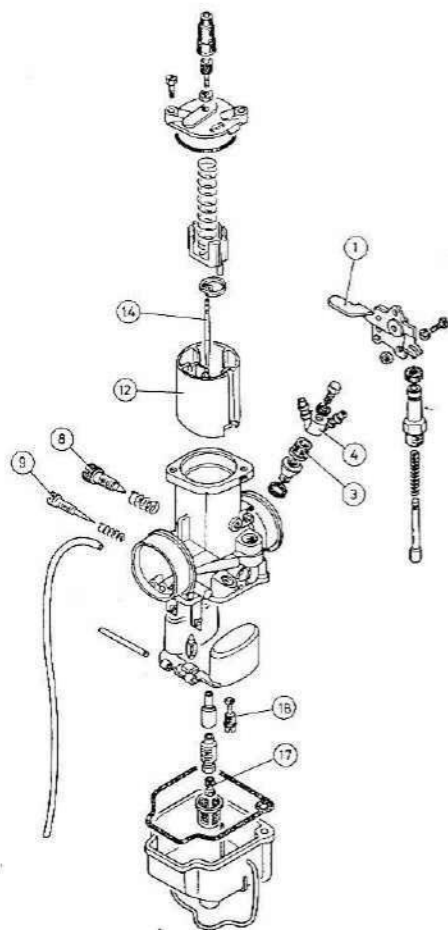

Fig. 11
No obstante, la complejidad de un carburador, a muchos motoristas les interesa conocer sus detalles y particularidades. Para éstos incluimos su dibujo desglosado (Fig. 11).
1. Ajuste de la marcha lenta (ralenti). La marcha lenta adecuada es aquella que permite rodar a muy pocas revoluciones en primera velocidad. Para ello, graduar el tornillo 8 situado en el lado izquierdo del carburador (Fig. 11). Para aumentar o disminuir la marcha lenta se debe roscar o desenroscar dicho tornillo 8.
Para graduar la mezcla se dispone del regulador del aire 9 (Fig. 11), situado en el lado izquierdo del carburador. Para determinar la posición del regulador del aire, poner el motor en marcha lenta, roscar el regulador hasta el fondo y luego desenroscar $\frac{3}{4}$ de vuelta. Si el motor no soporta bien esta graduación, roscar el regulador hasta que el motor tienda a pararse por mezcla demasiado rica. En este momento desenroscar el regulador hasta que el motor tienda a pararse por mezcla demasiado pobre. La graduación más adecuada será la media entre ambas graduaciones.
Cependant, malgré la complexité en général d'un carburateur, beaucoup de motocyclistes désirent en connaître les détails et particularités. Pour cette raison, nous incluons une vue éclatée (Fig. 11).
1. Réglage du ralenti. Le ralenti correct est celui qui permet de rouler en première à peu de tours-minuts. Pour l'obtenir agir sur la vis 8 situé sur le côté gauche du carburateur (Fig. 11). Pour augmenter ou diminuer le ralenti, visser ou dévisser cette vis 8.
Pour régler le mélange, on dispose du régulateur d'air 9 (Fig. 11) situé sur le côté gauche du carburateur. Pour déterminer la position adéquate du régulateur d'air, mettre le moteur à bas régime, visser à fond le régulateur, puis dévisser de trois quarts de tour. Si le moteur ne supporte pas bien ce réglage, visser le régulateur jusqu'à ce que le moteur ait tendance à s'arrêter parce que le mélange est ce que le moteur ait tendance à s'arrêter parce que le trop riche. A ce moment-là, dévisser le régulateur jusqu'à mélange est trop pauvre. Le réglage le plus adéquat sera celui qui est à mi-course entre ces deux réglages.
Although a carbureter is quite complicated, many riders want, to know more about its peculiarities and details, and for them we include an exploded view (Fig. 11).
1. Adjusting the idle. A proper idle allows to run at low r.p.m. in first gear. To obtain this condition, adjust idle screw 8 located on the left side of carbureter (Fig. 11).
To adjust the mixture at idle, use the air screw 9 (Fig. 11) located on the left side of carbureter. To set the air screw, let the engine run at idle, rotate the screw CW until its bottom, and then back it off 3/4 of a turn. If the engine does not idle well at this setting, rotate the air screw CW until the engine dies because the mixture is too rich. Back off the screw until the engine dies because the mixture is too lean. The best setting will be the half distance between both settings.